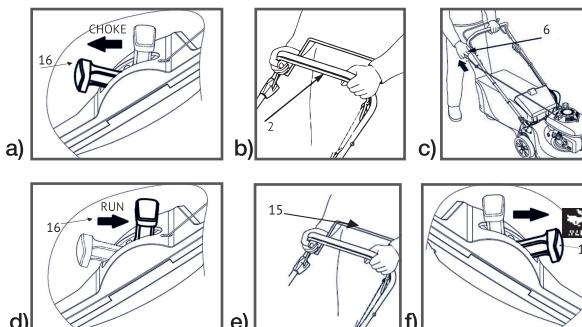

рис. 6
1. Установить ручку регулировки воздушной заслонки (16) в позицию CHOKE/закрыто (рис.6а) - для моделей L 5154S, L 5162RS и L 5362S.
Установить универсальную ручку управления (16) в положение ОТ СЕБЯ- (рис.6а) - для моделей L 4710S и L 5144S.
2. Подтяните рычаг остановки двигателя(2) к верхней рукоятке(1) и удерживайте его рис.6б.
3. Подтяните ручку стартера (6) до момента, когда почувствуете сопротивление и резко потяните ее для запуска двигателя. Не бросайте ручку стартера (6) после запуска, а плавно отпустите ее. Если двигатель не запускается, повторите процедуру 2-3 раза (рис.6с).
4. Для моделей L 5154S, L 5162RS и L 5362S- установите ручку регулировки воздушной заслонки (16) в положение RUN (рис.6д). При низких температурах дайте поработать двигателю 30 секунд на малых оборотах, прежде чем увеличить их и начать движение.
5. Подтяните рычаг привода колес (15) к верхней рукоятке, газонокосилка начнет движение (рис.6е).
6. Для моделей L 5154S, L 5162RS и L 5362S - обороты двигателя можно регулировать с помощью ручки регулировки (17) от 2.7 до 5 км/ч. Для достижения оптимального результата кошения, рекомендуется косить на высоких оборотах двигателя.